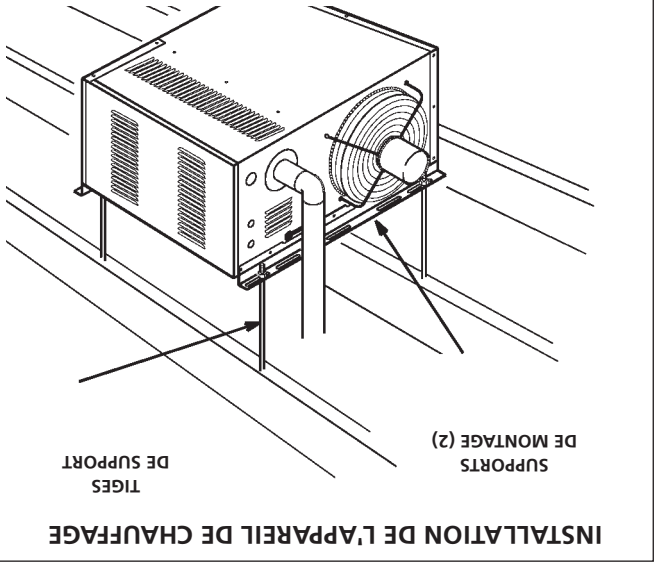

FIGURE 1
5. Fixez le support de montage à une solive du plafond ou à l'entretoise afin que l'appareil soit soutenu. L'appareil peut également être suspendu à des tiges, comme illustré à la figure 1.